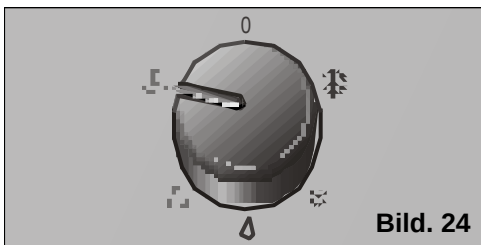

Bild. 24
- ☐ Välj reningshastighet: max luftrening eller tyst luftrening, **Bild 24**.